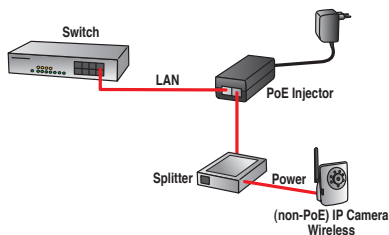

Fig. 2
- Per **dispositivi Wireless** NON collegare la porta DATA OUT alla porta di LAN dell'apparato non-POE (Fig.2) se questi non attivano la sezione wireless in presenza di link attivo sulla porta LAN.